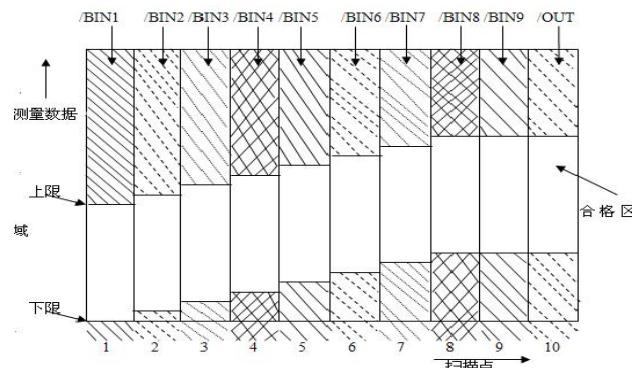

图 10-3 列表扫描比较功能信号区域示例
- 比较输出信号：/BIN1 - /BIN9 和/OUT 信号指示为各扫描点的 IN/OUT (合格或超差) 判别。参见图 10-3。/AUX 信号指示为 PASS/FAIL 判别，(在一次扫描期间列表中有一个或多个不合格)。
列表扫描功能中信号接点分配和简要描述可参见表 10-3 及图 10-3 (列表扫描比较功能管脚定义和档比较功能之定义相同)。时序图见图 10-4。